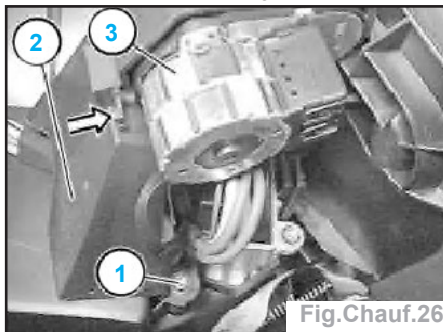

Fig. Chauff.26
- déposer la vis (1),
- déposer la vis (1) (Fig. Chauff.26),